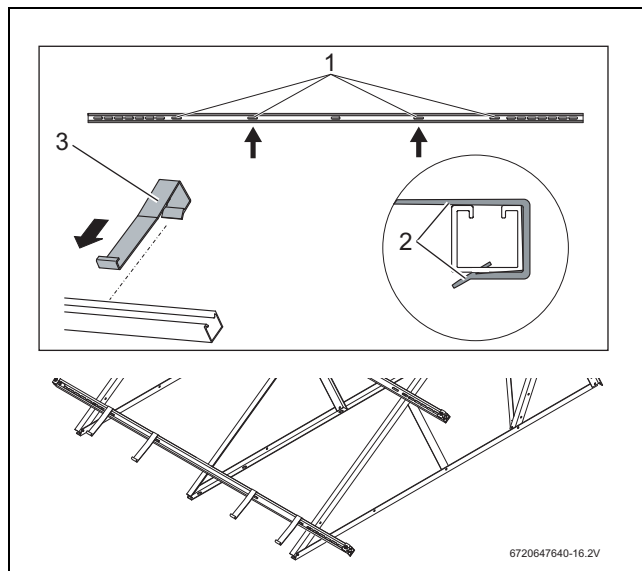

Fig. 25 Enganchar las protecciones antideslizantes
- Empujar las protecciones antideslizantes (Fig. 25, [3]) en los agujeros alargados interiores correspondientes [1], desde fuera sobre los perfiles hasta que encajen [2].